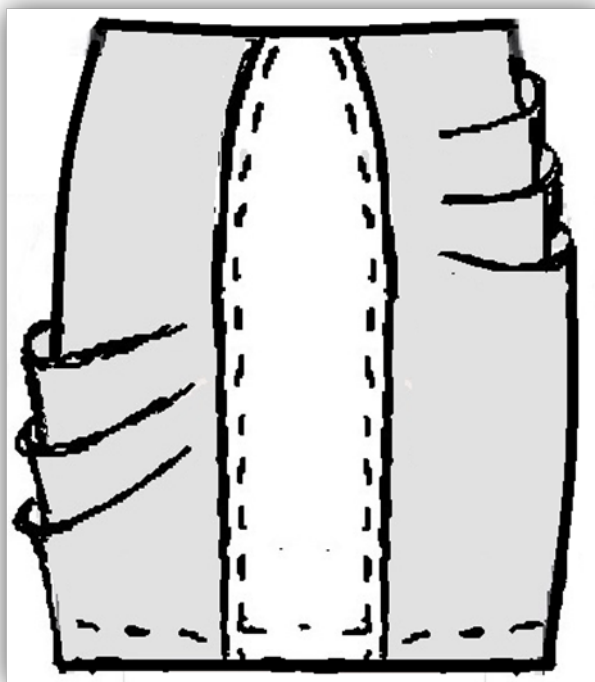

Рисунок 1 – Фрагмент платья. Переднее полотнище юбки
**Третий этап: Изготовление (пошив) образца фрагмента заданной модели (стр. 7, рис. 1) женского платья.**
*1) Внешний вид фрагмента заданного изделия должен полностью соответствовать техническому рисунку модели и художественно-техническому описанию (стр. 3, табл.1), рисунку фрагмента (стр. 7, рис. 1) и техническим требованиям в п.п.2.2 (при их наличии).*
1. По указанным данным сделайте самолет. (Рис. 1).